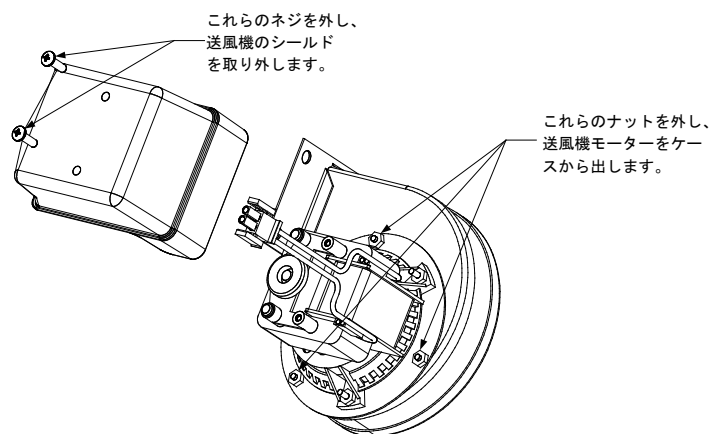

図 9
2. 以下の図の通りに送風機のモーターシールドを外し、送風機のモーターをケースから離します(図 9 参照)。